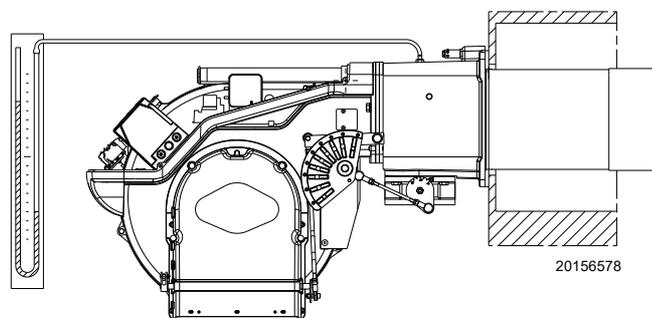

Fig. 27
- Montare un manometro a U o un manometro di tipo differenziale (Fig. 27), con presa (+) sulla pressione del gas del manicotto e (-) in camera di combustione.
L'arrivo del gas al manicotto è evidenziato dal manometro ad U (Fig. 27 a pag. 25). Ad accensione avvenuta, passare alla completa regolazione del bruciatore.
A titolo orientativo può essere ricavata dalla Tab. I a pag. 22, basta leggere la pressione del gas sul manometro a U, (Fig. 27 a pag. 25), e seguire le indicazioni.